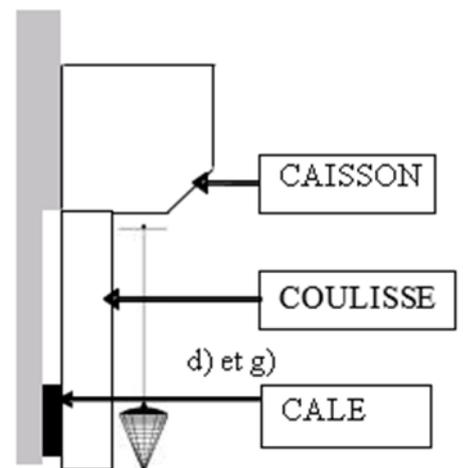

Figure 2
- d. Vérifier l'aplomb frontal de la coulisse de droite (*Figure 2*) et la caler si besoin
- g. Vérifier l'aplomb frontal de la coulisse de gauche (*Figure 2*) et le repérer par traçage, caler si besoin